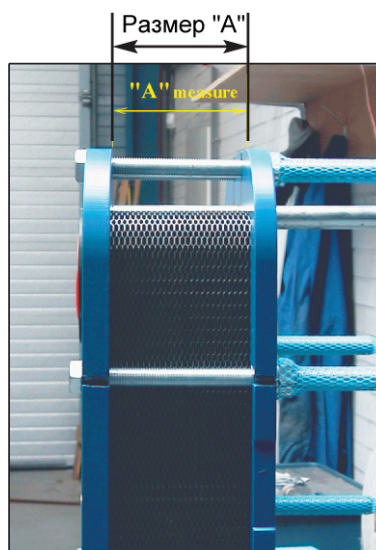

Рис. 12
- Стягивание завершается после того, как расстояние между внутренними поверхностями обеих рамных плит станет равно размеру «А», указанному на чертеже, см. рис. 12. Это расстояние стягивания можно также вычислить при помощи следующей формулы: